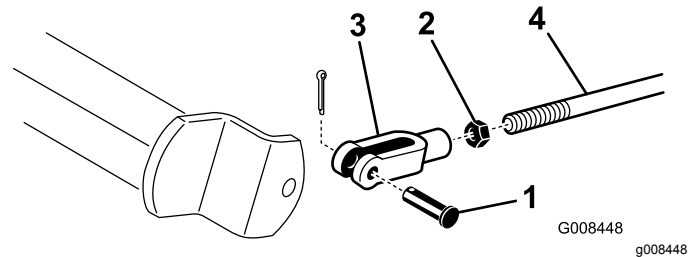

Figure 44
- A. Désaccouplez les tiges de frein en retirant la goupille fendue et l'axe de chape (Figure 44).
- B. Desserrez l'écrou de blocage et réglez la chape comme il convient (Figure 44).
- C. Montez la chape sur l'arbre de frein (Figure 44).